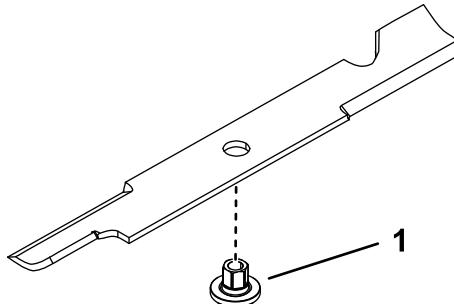

Figure 93
1. Insérez la douille dans la lame en plaçant l'embase sur le côté inférieur (côté herbe) de la lame (Figure 93).